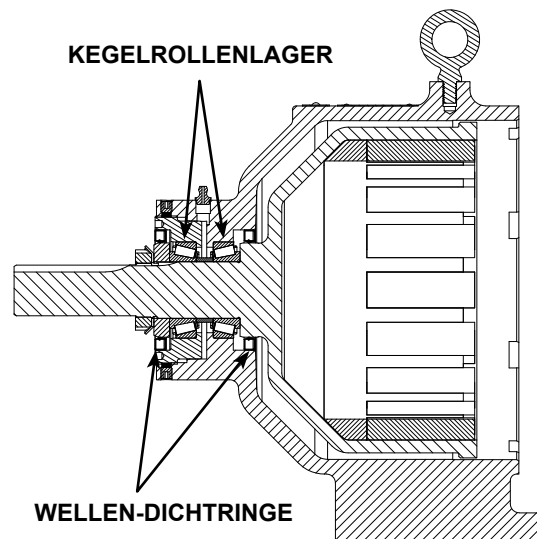

ABBILDUNG 9
2. Die innere Lippendichtung in die Halterung und den die äussere Lippendichtung in den Endeckel drücken und die Dichtringe dann schmieren (siehe **Abbildung 9** bzgl. Ausrichtung der Lippendichtung und Lager).